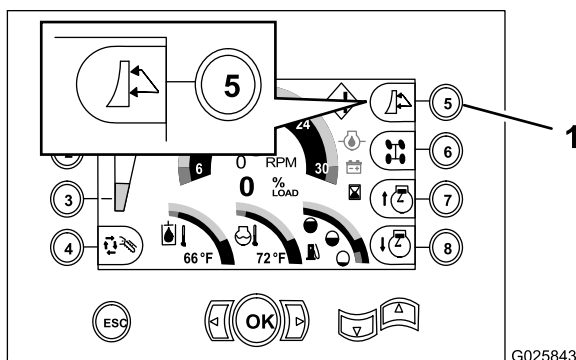

Figure 54
1. Sélectionnez la fonction lame de remblayage de la machine en appuyant sur le bouton 5 du centre de commande jusqu'à ce que l'icône de la lame de remblayage s'affiche (Figure 54).